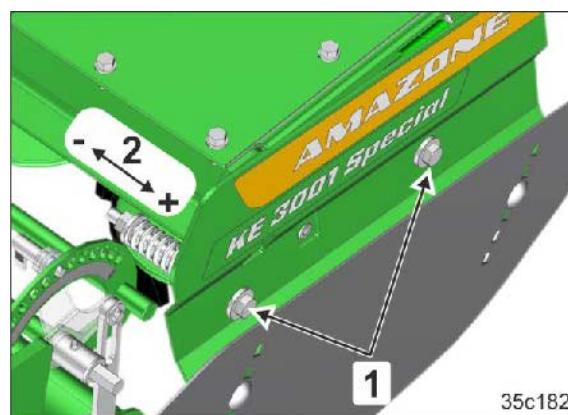

Fig. 111
Ved at dreje de to sikringsmøtrikker (Fig. 111/2) skal fjederens spænding
- øges på tunge jorde (Fig. 111/2+)
- reduceres ved indarbejdning af halm (Fig. 111/2-).